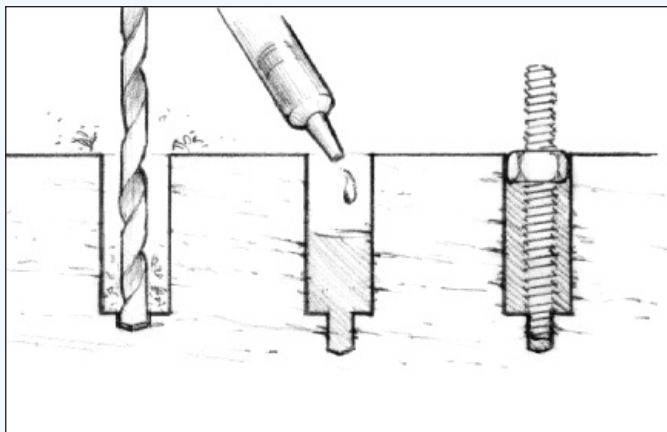

Figure 20
2. Placez un écrou et une rondelle sur les goujons, imprégnez les extrémités inférieures et poussez-les dans les trous remplis d'époxy. Laissez l'époxy durcir parfaitement avant de fixer les équipements et de serrer les écrous (*Figure 20*).